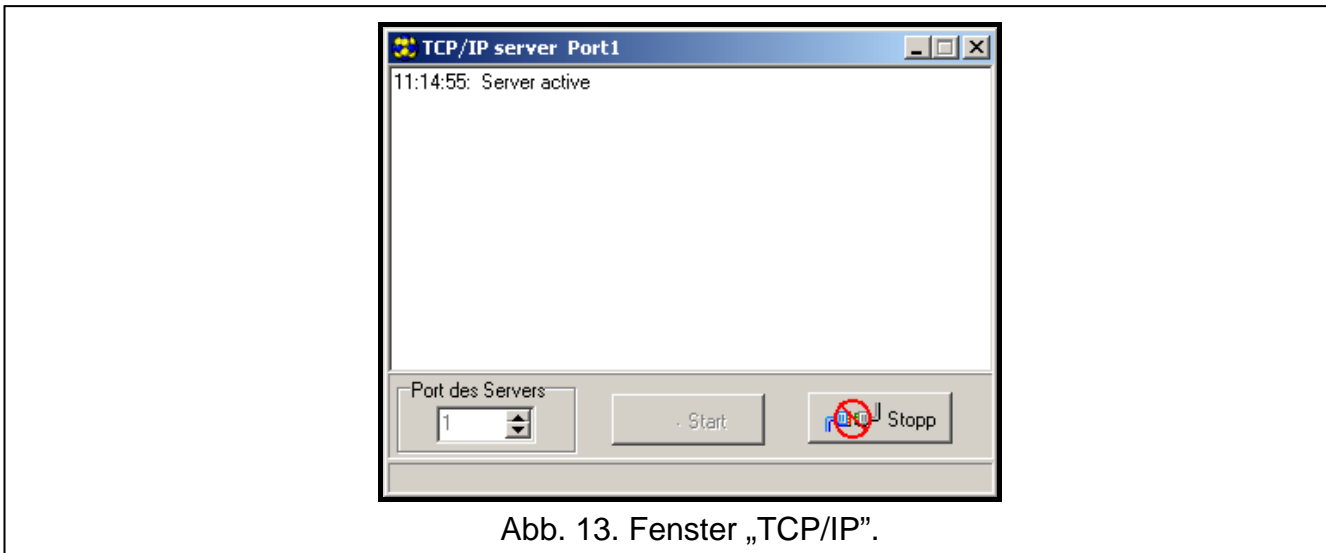

Abb. 13. Fenster „TCP/IP“.
2. Wählen Sie aus dem Menü „Kommunikation“ die Option „TCP/IP“. Im geöffneten Fenster wird eine Information zur Aktivierung des Servers angezeigt (siehe: Abb. 13).